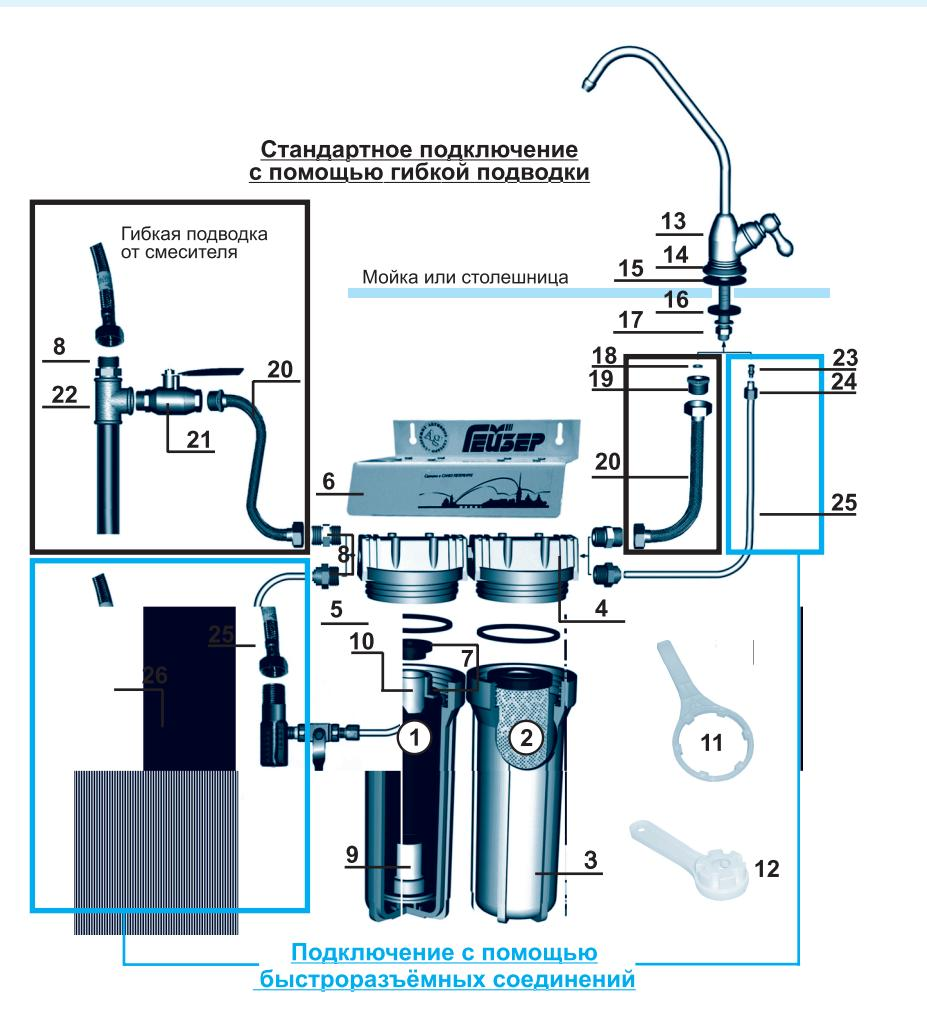

РИС.1
* Перед сборкой смажьте уплотнительное кольцо (рис. 1 поз. 5) силиконовой смазкой (не путать с герметиком!) или вазелином.
Подключение к магистрали холодного водоснабжения осуществляется с помощью поставляемого комплекта согласно рис. 1.
Выберите на мойке место для крана чистой воды с учетом положения фильтра под мойкой. В выбранном месте просверлите отверстие Ø12 мм, установите кран чистой воды в соответствии со схемой на рис.1. При этом **не следует сильно затягивать гайку** (поз. 17), чтобы не повредить кран.